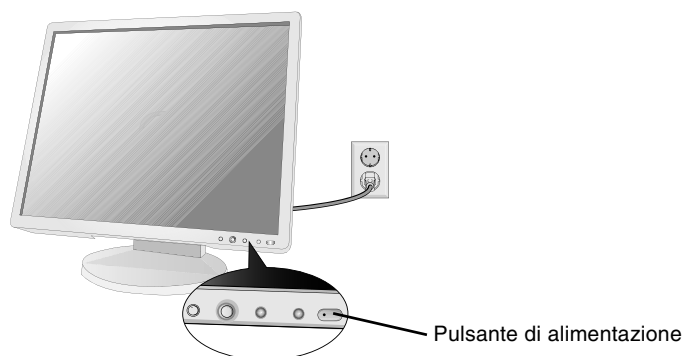

Figura E.1
8. Collegare il cavo di alimentazione alla presa di alimentazione (**Figura E.1**).
9. Accendere il monitor con il pulsante di alimentazione frontale e il computer (**Figura E.1**).